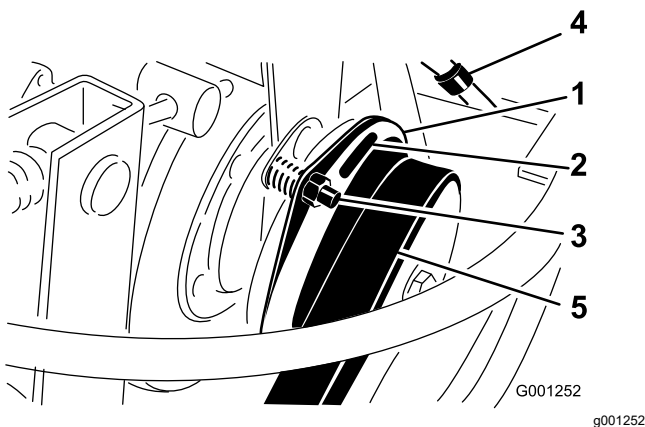

Figura 95
6. Ajuste la holgura hasta que pueda deslizarse una galga de 0,38 mm entre la guarnición del embrague y la placa de fricción con una ligera presión (Figura 95).
Nota: La holgura puede reducirse girando la tuerca de ajuste en sentido horario (Figura 95). La holgura máxima es de 0,76 mm. Ajuste la holgura en las 3 posiciones.